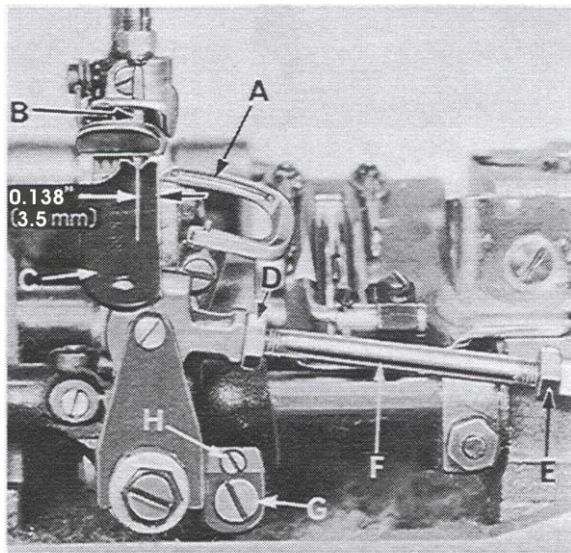
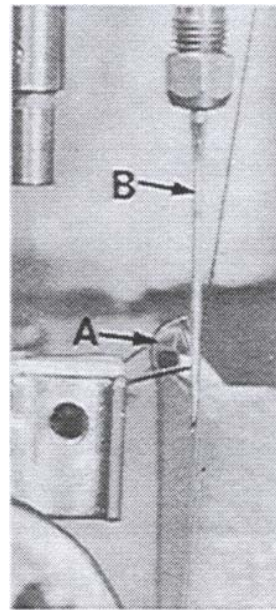

Fig. 6
Fig. 7
Insert a new needle, type and size specified. Looper gauge is 0.138 inch (3.5 mm) which is the distance from point of looper (A, Fig. 6) to centerline of needle (B) when looper is at extreme right end of its travel. Adjustment can be made by loosening nut (D), (it has a left hand thread) and nut (E); turn connecting rod (F) as required to attain specified dimension. Hold connecting rod in position and tighten nut (E), then nut (D).
While turning handwheel in operating direction and the looper (A, Fig. 7) moves to the left, its point should be set to touch but not bend at rear of needle (B). Adjustment can be made by loosening screw (G, Fig. 6), turn stop screw (H) clockwise to move looper towards the rear, counterclockwise acts the reverse. It is suggested to pull looper to the front for this adjustment. Tighten screw (G) and recheck movement of looper.
Setzen Sie eine neue Nadel entsprechender Type und Dicke ein. Der Greiferabstand beträgt 3,5 mm (0,138 inch), dies ist der Abstand von der Greiferspitze (A, Fig. 6) bis zur Mitte der Nadel (B), wenn der Greifer in der rechten Endstellung seiner Bewegung ist. Zur Einstellung lösen Sie die Mutter (D), (sie hat Linksgewinde) und die Mutter (E) und drehen die Verbindungsstange (F) nach Bedarf, um den vorgeschriebenen Abstand zu erhalten. Halten Sie die Verbindungsstange in dieser Stellung fest und ziehen Sie die Mutter (E) und dann die Mutter (D) an. BEACHTEN SIE: Vergewissern Sie sich, daß das linke Kugelgelenk senkrecht steht und nach dieser Einstellung nicht klemmt.
Wenn das Handrad in Nährichtung gedreht wird und der Greifer (A, Fig. 7) sich nach links bewegt, muß seine Spitze so eingestellt sein, daß sie die Rückseite der Nadel (B) ganz leicht streift aber nicht wegdrückt. Zur Einstellung lösen Sie die Schraube (G, Fig. 6) und drehen die Anschlagsschraube (H) im Uhrzeigersinn um den Greifer nach hinten zu verstellen, drehen im Gegenuhrzeigersinn bewirkt das Gegenteil. Es ist vorteilhaft den Greifer leicht nach vorne zu drücken, während Sie diese Einstellung machen. Ziehen Sie die Schraube (G) an nachdem Sie die Einstellung gemacht haben und prüfen Sie die Bewegung des Greifers nochmals.